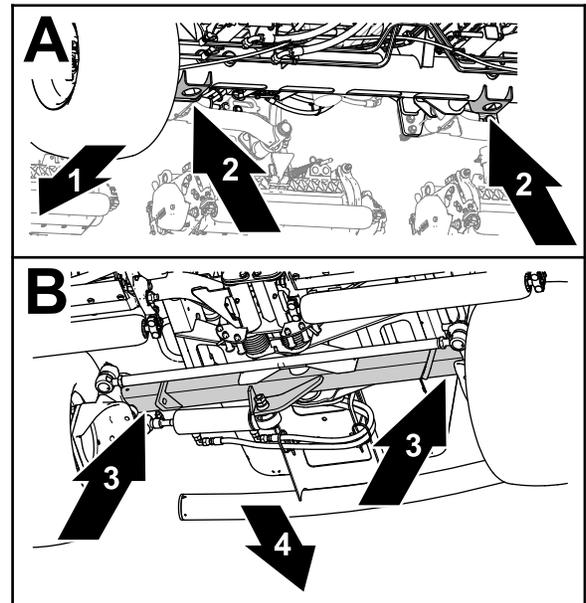

Figura 69
- Frente – os suportes do macaco do tubo do eixo dianteiro (Figura 69).